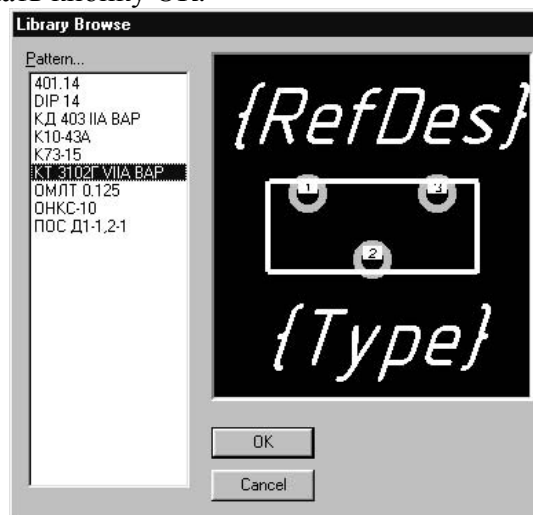

Рис.4.4.1
- В результате появится диалоговое окно **Component Information** (см. рис.4.2.2). В этом окне нажать кнопку **Select Pattern** и в открывшемся окне **Library Browse** (рис.4.4.1) выбрать посадочное место транзистора. В списке имеющихся посадочных мест надо выделить «КТ3102Г V11A ВАР» и нажать кнопку ОК.